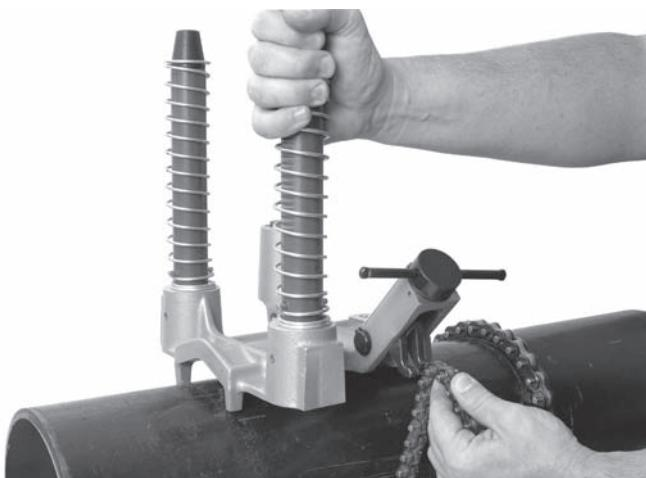

Figura 8 – Agățarea lanțului
- Tineți întotdeauna cel puțin o mână pe ansamblul bazei pentru a-l stabiliza și a-l ghida. Apucați capătul lanțului și trageți-l strâns în jurul țevii. În timp ce trageți lanțul, este comprimat un arc la capătul dinspre prinderea lanțului. Agătați cel mai apropiat bolț de lanț pe cârligul lanțului – întinderea arcului va ajuta la menținerea prinderii lanțului de cârligul lanțului. Strângeți ferm ansamblul surubului de acționare pentru a fixa ansamblu bazei pe țeavă. (Vezi figura 8.)